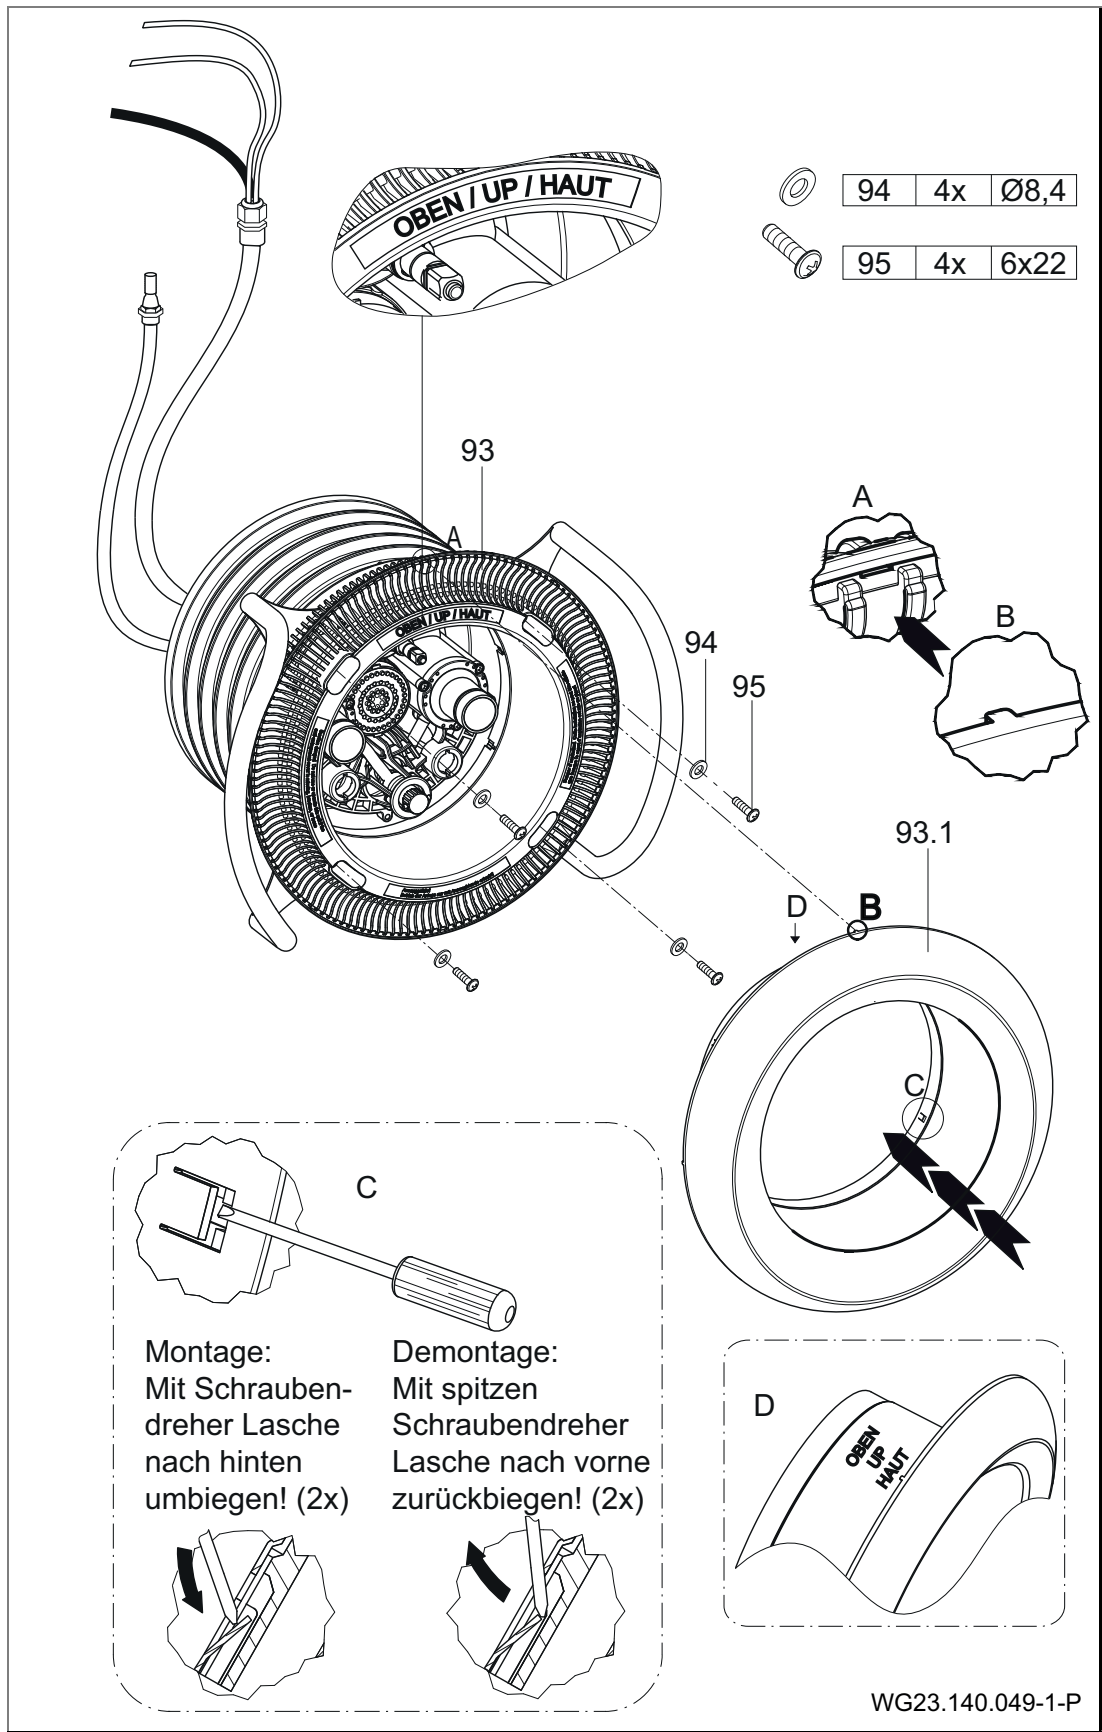

Abb. 17
8. Ansaugblende (93) auf dem Spannring (28) ansetzen und mit vier Unterlegscheiben (94) und vier Schneidschrauben (95) befestigen. (Abb. 17)
9. Edelstahlblende (93.1) mit vorstehenden Zentriernoppen auf den vorhandenen Aussparungen der Ansaugblende (93) ausrichten und von Hand aneinanderpressen. Markierung
- "OBEN" auf der Edelstahlblende beachten. Zur Arretierung der Blende die zwei seitlichen Biegelaschen mit einem Schraubendreher nach hinten umbiegen. (Abb. 17)